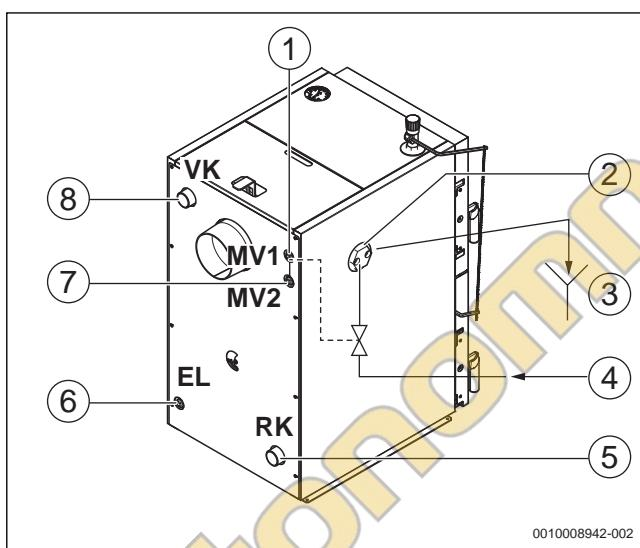

Рис. 17 Подключение предохранительного теплообменника
Котёл не оборудован предохранительным теплообменником (охлаждающим контуром). Предохранительный теплообменник является дополнительным оборудованием. Правильное подключение показано на рис. 17.
Подающая и обратная линии предохранительного теплообменника выбираются свободно. Охлаждающая вода должна отводиться через слив (\rightarrow рис. 17, [4] и 7]).
- ▶ Смонтируйте погружную гильзу (из комплекта термической защиты) для датчика термической защиты (\rightarrow рис. 17, [1]).